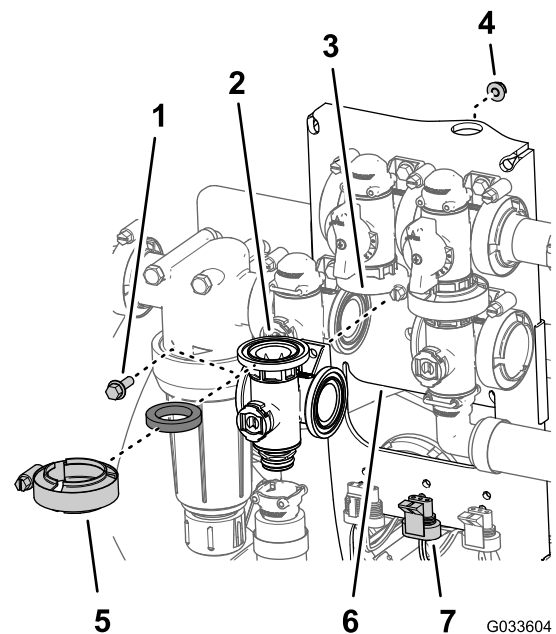

図 112
1. 攪拌バイパスバルブのフランジ、ガスケット、攪拌バイパスバルブのフランジを、整列させる 図 112。
9. 攪拌バルブをバルブマウントに組み付ける; フランジヘッドボルトとフランジロックナット 図 112 はステップ 3 攪拌マニホールドバルブの取り外し (ページ 70) で取り外したものを使用し、ボルトとナットを 10-12 N·m 1.0-1.2 kg/cm² = 90-110 in-lb にトルク締めする。